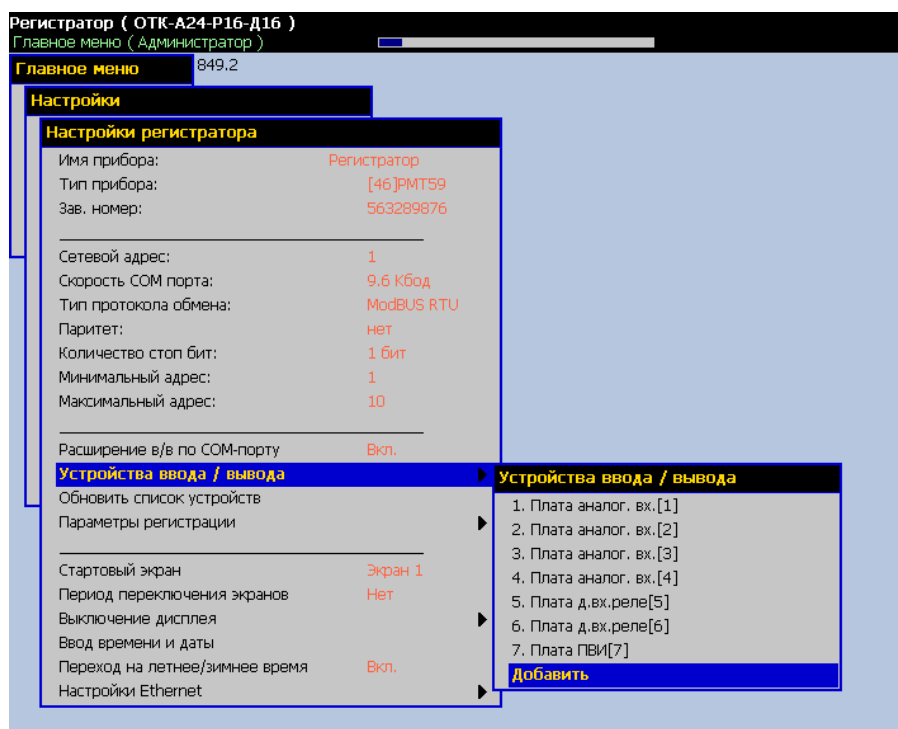

Рисунок 1 Добавление ВКМ-360-Б в список устройств
2. Выберите действие «Добавить» (рисунок 1)